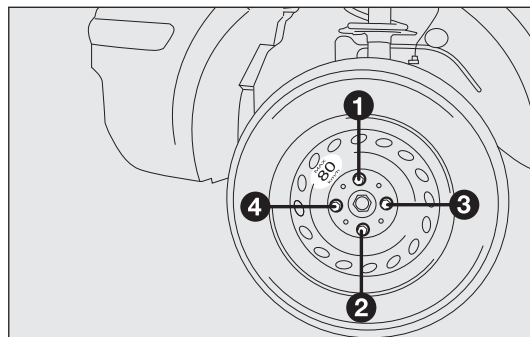

fig. 149
- ☐ en se servant de la clé fournie, visser à fond les boulons, en passant alternativement d'un boulon à un autre diamétralement opposé, suivant l'ordre numérique illustré sur la fig. 149 ;